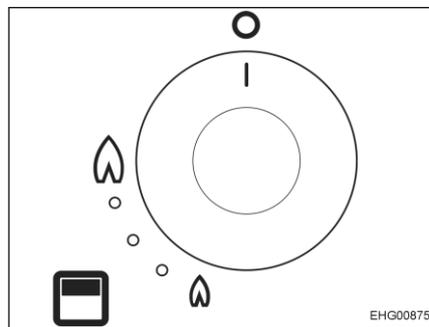

Fig. 129 Pomello girevole per grill a gas
- Premere il pomello girevole (Fig. 129) e ruotarlo in senso antiorario in posizione accesa (fiamma alta).